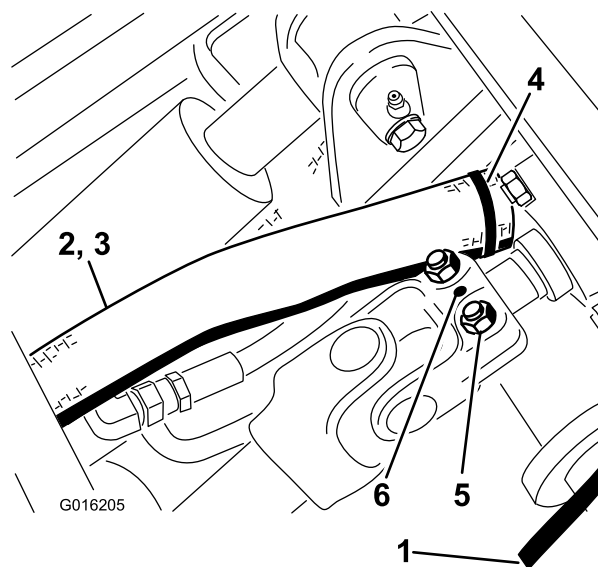

Figura 47
7. Conecte el árbol de transmisión al eje de la caja de engranajes del bastidor de invierno, y apriete los pernos (5/16 pulgada) a 20–25 N-m (175–225 pulgadas-libra). Instale el pasador cilíndrico (Figura 47).